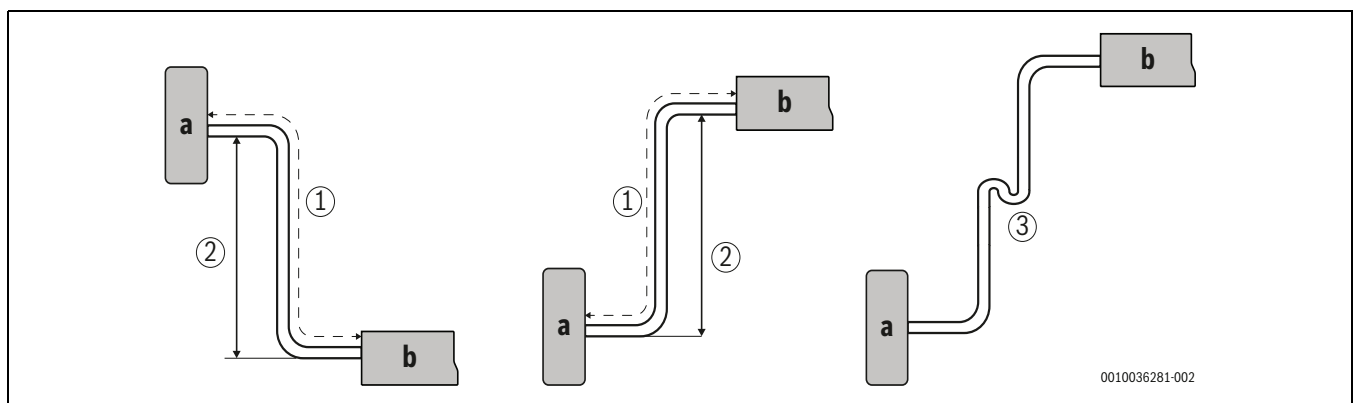

Bild 10 Rörlängd och lyft
- 1) Se markeringen (1) i → bild 10
- 2) Se markeringen (2) i → Fig. 10